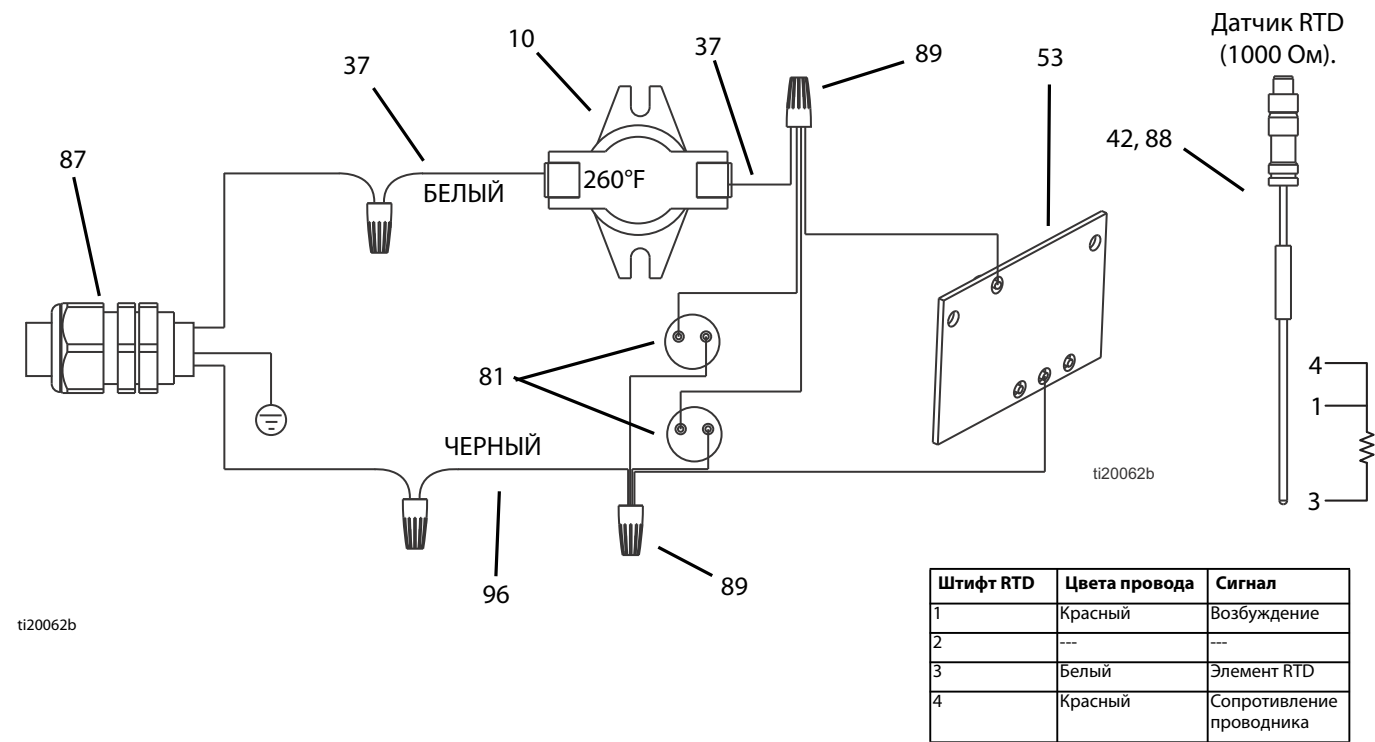

Рис. 9: Электросхема — нагреватель 262853, 24W612 с датчиком RTD
- См. схему электрических соединений на Рис. 10 или Рис. 9.
- Убедитесь в том, что прокладка (47) установлена и совмещена с винтовыми отверстиями электрического блока.
- Закрепите крышку (18) винтами (52). Затяните винты с усилием 10 Н·м (89 дюймов на фунт).
4. Выполните инструкции раздела **Замена сердечника нагревателя и очистка канала для подачи жидкости** на стр. 23. Описанная процедура включает извлечение впускного корпуса (65).
5. При извлеченном впускном корпусе извлеките 5 винтов (52) и снимите крышку (18).
6. Отсоедините провода от картриджей нагревателя (81).
7. Извлеките трубную заглушку (95) и пружины (31) из нижней части сердечника (68).
9. Подключите проводку новых картриджей в соответствии с Рис. 9 или Рис. 10, стр. 19.